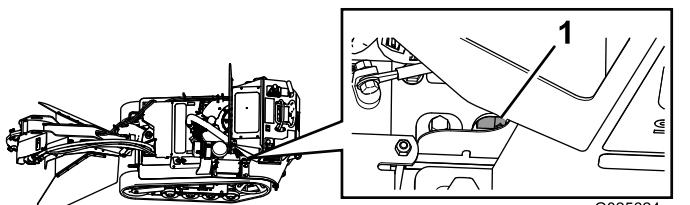

Bild 40
**Hinweis:** Der Kraftstoffhahn ist auch durch den Rahmen hinter der Batterie zugänglich (Bild 40)